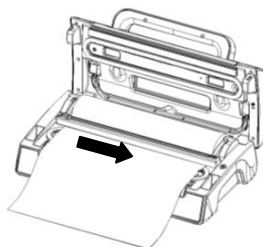

Fig.4
4. Couper le sac à l'aide du couteau (Fig.4)